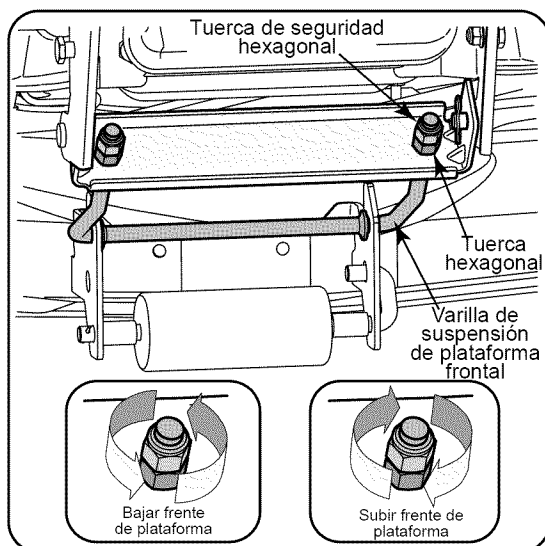

Figura 11
- el tornillo hexagonal de la ménsula de suspensión izquierda de la plataforma. Vea la Figura 11.
4. Para nivelar la plataforma gire el mecanismo de ajuste, ubicado inmediatamente detrás del tornillo hexagonal, en sentido de las agujas del reloj (hacia atrás) para elevar el lado izquierdo de la plataforma. Gire el mecanismo en sentido contrario a las agujas del reloj (hacia adelante) para bajar el lado izquierdo de la plataforma. Vea la Figura 11.
3. Desde el frente del tractor, afloje las dos tuercas de seguridad hexagonales de la parte delantera de la varilla de suspensión frontal de la plataforma. Rosque las tuercas de seguridad alejándolas de las tuercas hexagonales que están detrás. Vea la Figura 11.
4. Con ayuda de una llave, gire las tuercas hexagonales internas en sentido de las agujas del reloj para levantar el frente de la plataforma, o en sentido contrario a las agujas del reloj para bajar el frente de la plataforma. Ajuste las tuercas de forma pareja para que la varilla de suspensión de la plataforma se encuentre delante de ambas ranuras en la ménsula de suspensión del frente de la plataforma. Vea la Figura 11.